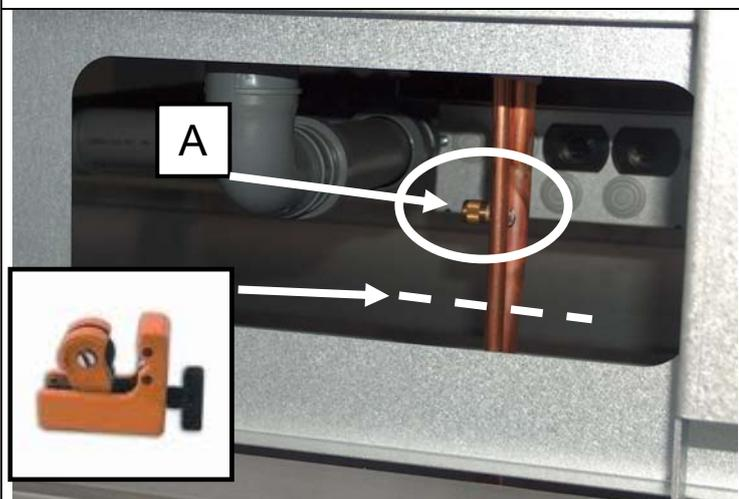
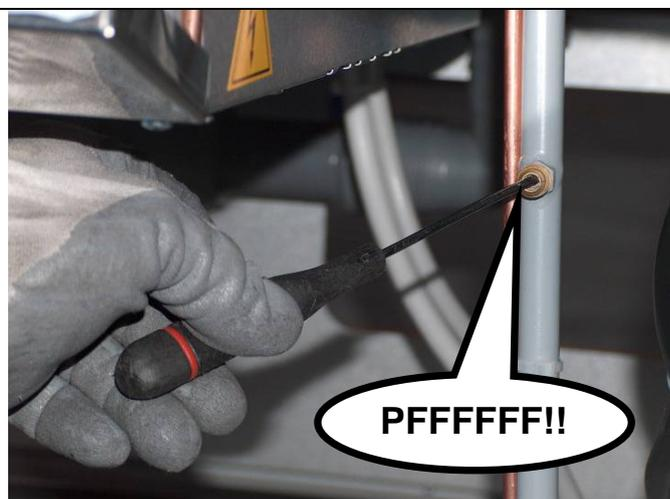

Fig. 1: localizzazione valvola di carico e indicazione del punto di taglio
Fig. 2: operazione di scarica
Prima di tagliare i tubi, rimuovere il **tappo della valvolina (fig. 1, part. A)** e collegare un manometro con fondo scala 10bar. Se il valore di pressione misurato è 6 ± 1 bar (o comunque maggiore) scaricare completamente l'evaporatore (fig. 2) e proseguire con le operazioni di collegamento. Al contrario, se la pressione rilevata è minore di 5bar ricaricare l'evaporatore attraverso la valvolina con azoto a 6 bar e ricercare la perdita.
- Tagliare i tubi di connessione (fig. 1). Si consiglia di mantenere una lunghezza minima di 20 cm dal fondo della vasca.